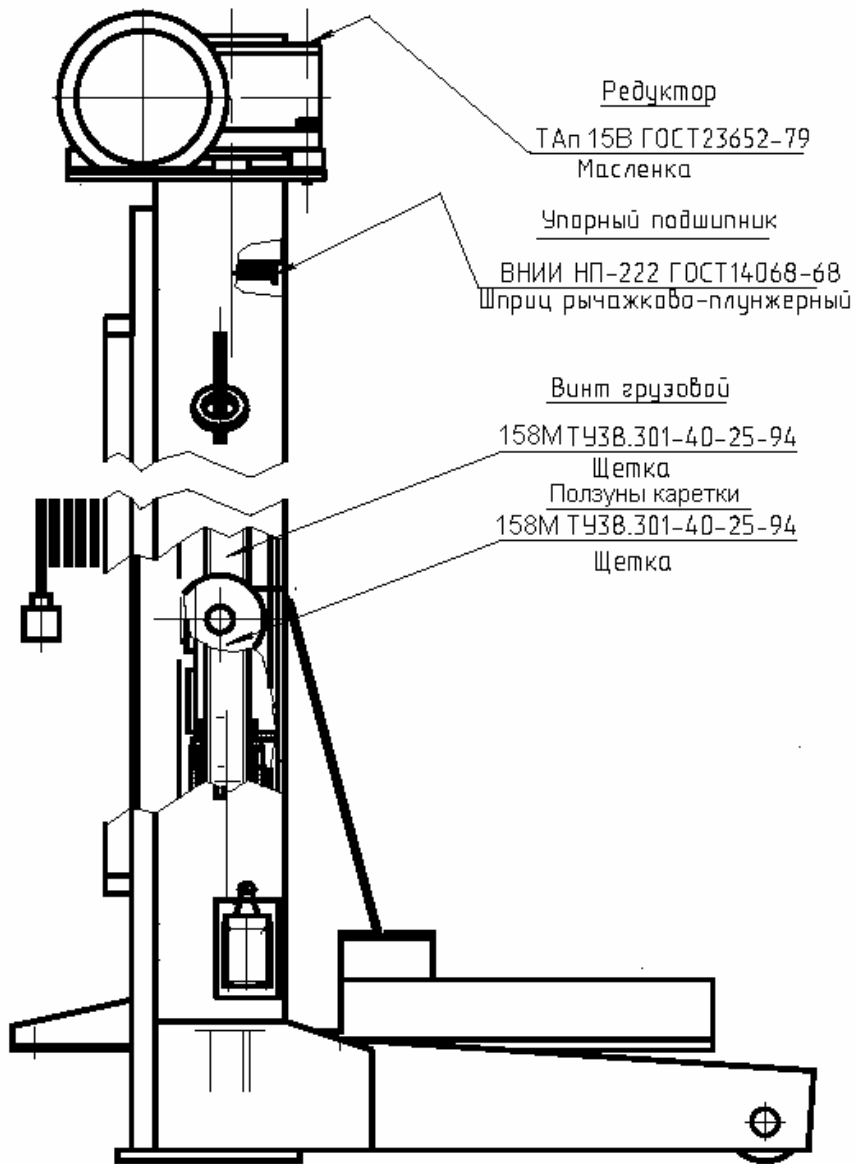

Рис. 6. Карта смазки стойки подъемника ППТ-24
- произвести смазку стоек подъемника в соответствии с картой смазки (см. Рис. 6).